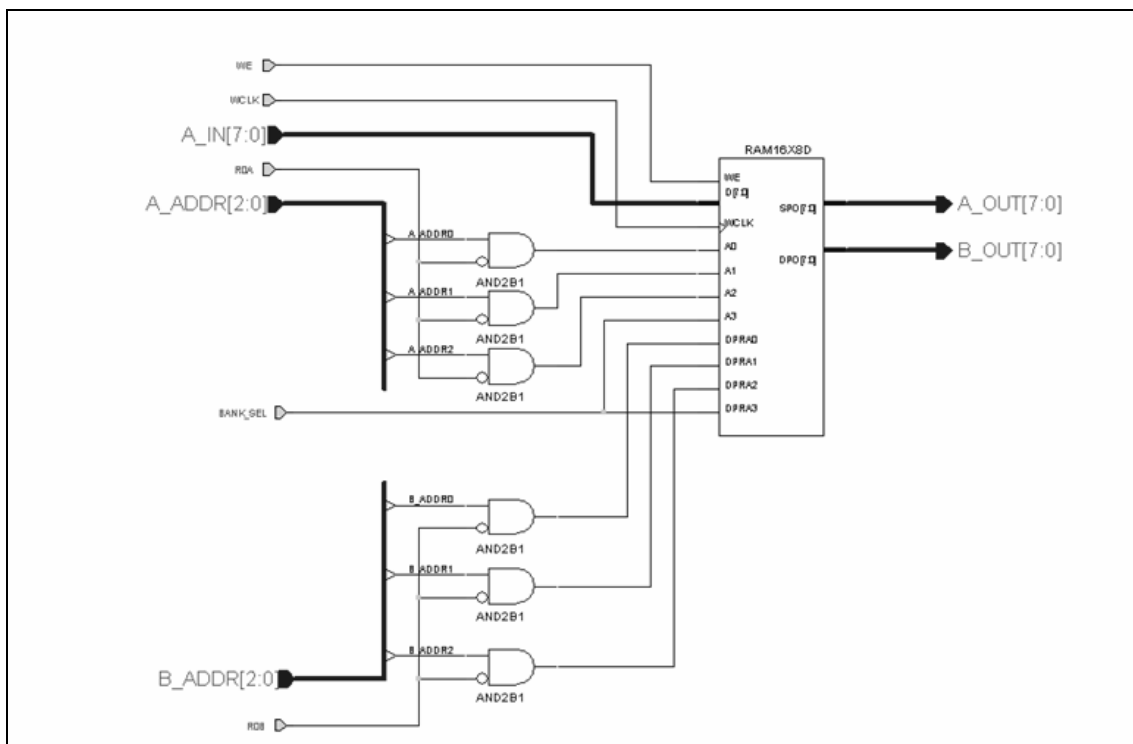

Figura 2. Schema detaliată a setului de registre
- Pe durata executării programelor microprocesorul are adesea nevoie de un registru în care să stocheze valori imediate și adrese, pentru acest scop este selectat registrul R0. Modalitatea de accesare a acestui registru de către decodorul de instrucțiuni al microprocesorului este de a aplica un „1” logic la intrările R0A și R0B, ceea ce va duce la inhibarea intrării de adrese și la forțarea adresei lui R0 la intrarea A_ADDR sau B_ADDR, vezi figura 2 ;
Detaliile de proiectare cu blocuri în schematic, ale setului de registre sunt prezentate în Figura 2. Componenta principală a setului de registre este o memorie RAM sincronă dual port (RAM16X8D) selectată din lista de componente standard a mediului Xilinx. Bitul cel mai semnificativ al intrărilor de adrese pentru cele două bancuri de registre provine de la intrarea BANK_SEL. Pentru a forța adresele registrelor în zero se folosesc două seturi de porți logice ȘI controlate de semnalele R0A și R0B.
O valoare de „1” logic la intrarea RESET va avea ca rezultat ștergerea conținutului acumulatorului și a celor două flaguri de stare. Ieșirile CARRY și ZERO ale modulului ACC sunt asociate celor două flaguri. De asemenea ieșirea ACC7...ACC0 este asociată acumulatorului, setând semnalul DRV_D_ACC=„1” valoarea de la ieșirea acumulatorului va apărea pe magistrala internă D vezi Figura 2. Aceasta permite stocarea valorii provenind de la ACC în memoria externă, în setul de registre sau încărcarea ei din nou înapoi în ALU ca și operand.